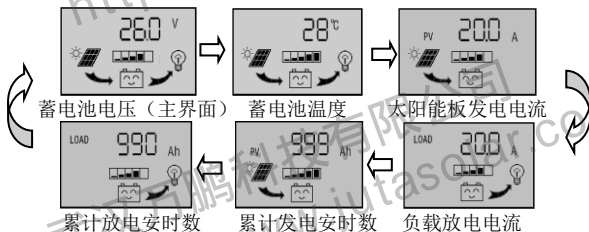

图 1
- : 界面循环切换按键, 使用该按键可在各页面之间循环切换, 循环顺序如图 1 所示